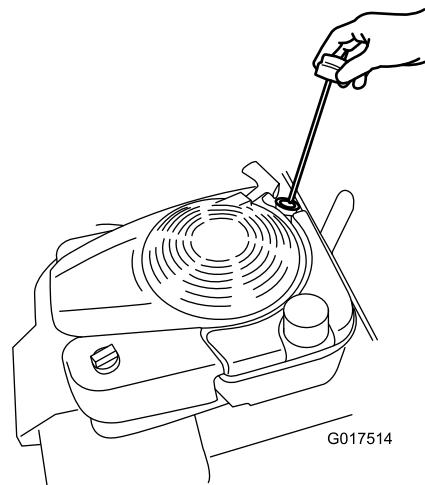

Bild 34
8. Entfernen Sie den Peilstab (Bild 34) und füllen Sie Öl in den Einfüllstutzen bis ca. 3/4 des Füllvolumens des Kurbelgehäuses ein.